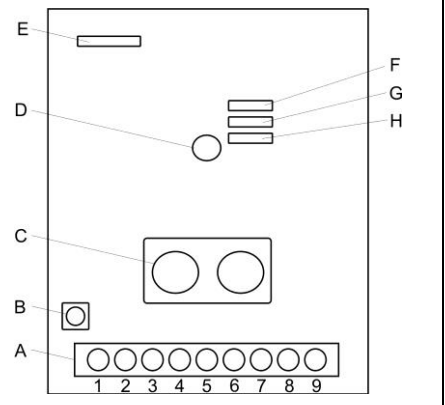

Fig. 1
8. Collegare i fili ai morsetti (Fig.1).